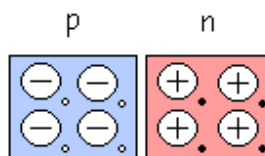

Figura 3.25. Zonas p y n antes de unirse
*En la figura 3.25 se muestran las Zonas p y n antes de unirse.*